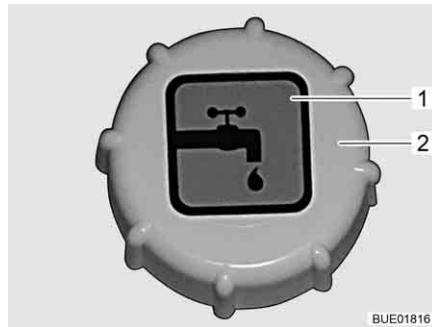

Fig. 219 Tapa de cierre para el tubo de llenado de agua potable
El tubo de llenado de agua potable está identificado con el símbolo "🚰" (Fig. 219,1).
- Girar la tapa de cierre (Fig. 219,2) en sentido contrario a las agujas del reloj y retirarla.